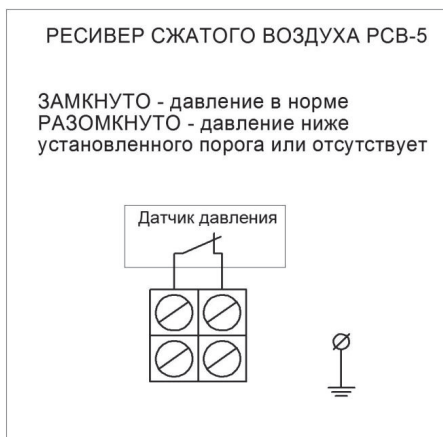

Рис. 3. Схема электрических соединений
Схема электрических соединений ресивера приведена на рис. 3.
2.4.5 Выполнить электрические подсоединения к датчику давления в соответствии со схемой рис. 3.